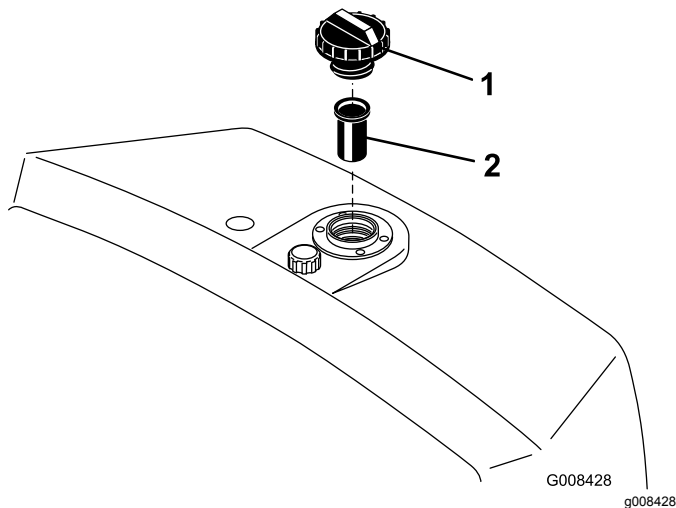

Figura 49
2. Retire el tapón del depósito y compruebe el nivel de fluido. El nivel de líquido debe llegar a la parte inferior del filtro de malla del cuello de llenado (Figura 49).